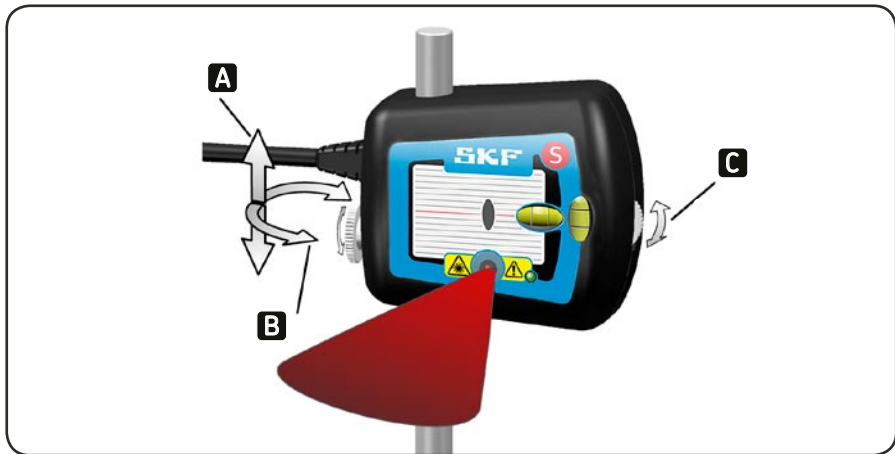

图12. 激光调节
c) 精调时，松开位于测量单元侧面的锁紧螺母（见图12），这样测量单元可以沿着支撑杆上下滑动或左右旋转，对垂直方向上的微调，请使用测量单元上的调节旋钮。